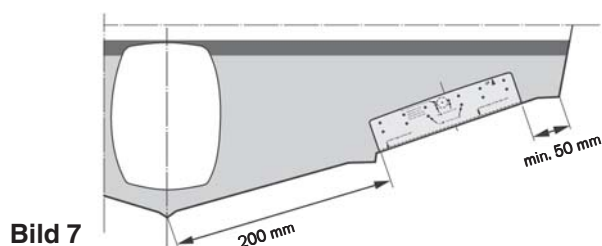

Bild 7
Trimplansenheterna (C) **bild 1 och 4** ska monteras nära båtens botten på akterspeglen. Den exakta placeringen bestäms av mallen som ingår i leveransen (se nedan för detaljerade instruktioner). Ju längre utåt trimplansenheterna monteras desto större blir manöverbarheten från sida till sida. Sätt trimplansenheten minst 50 mm från slaget i riktning mot båtens mittlinje. På båtar med utombordare, Aquamatic eller vattenjet måste det vara minst 200 mm mellan drivenhetens mittlinje och den närmaste kanten på trimplansenheterna. **Se bild 7.**